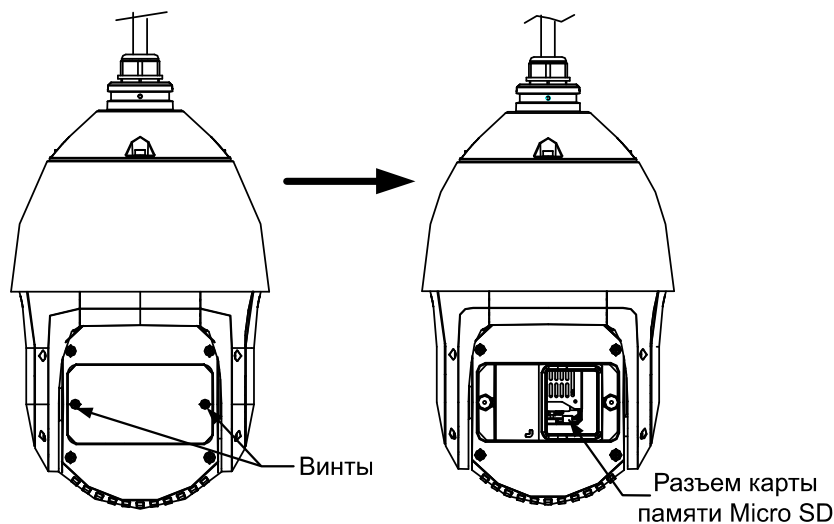

Рис. 2.10. Установка карты памяти micro SD
1. Снимите заднюю крышку, как показано на Рис. 2.10.